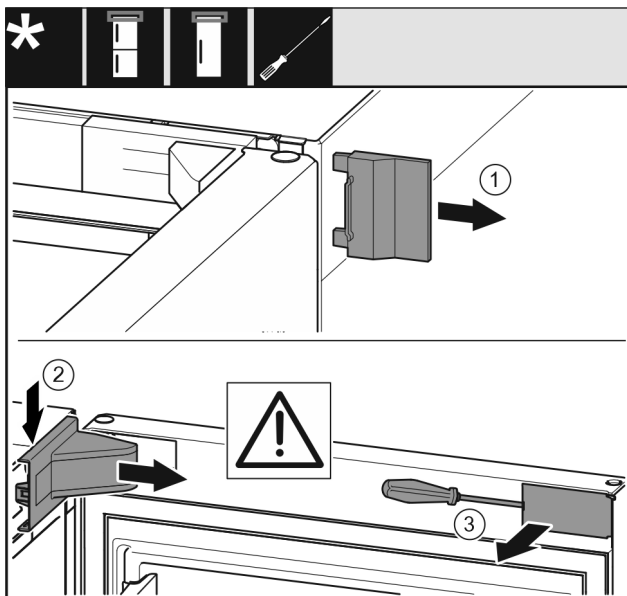

Fig. 14
- ▶ Свалете външния капак. Fig. 14 (1)
- ▶ Освободете и развийте капака на лагерната стойка. Свалете капака на лагерната стойка. Fig. 14 (2)
- ▶ Освободете капачката с плоска отвертка и я завъртете настрани. Fig. 14 (3)